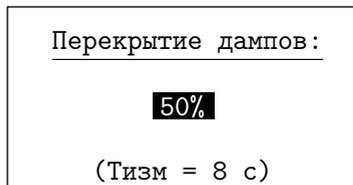

Рис. 3.16
3.4.7. **"Перекрытие дампов"** - установка величины перекрытия дампов (Рис. 3.16).